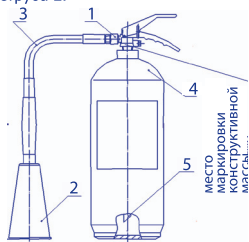

Рисунок 1
4.1 Конструкция огнетушителя на рис. 1. Огнетушитель состоит из корпуса 4, в горловину которого ввернуто ЗПУ 1 с сифонной трубкой 5. К выходному отверстию ЗПУ с резьбой М16х1,5 подсоединяется распылитель, состоящий из гибкого шланга 3 и раструба 2.